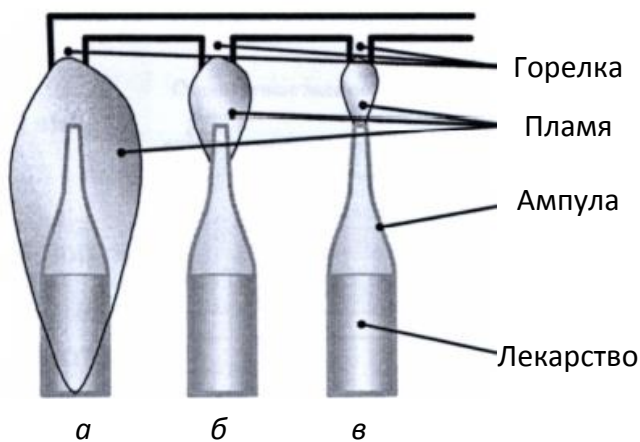

Рис. 2
**Задача 2.** На фармацевтическом заводе возникла задача по запайке ампул с лекарством. Ампулы с лекарством устанавливают в кассету. В кассете содержится 25 ампул. Кассету подают к коллективной горелке. Напротив, каждого язычка пламени оказывается ампула. Язычки пламени в горелке точно отрегулировать невозможно, поэтому они не одинаковы. Одни язычки пламени большие (рис. 2, а), другие – средние (рис. 2, б), а третьи - маленькие (рис. 2, в). Большие язычки пламени хорошо запаивают ампулу, но перегревают (портят) лекарство. Маленькие язычки пламени не портят лекарство, но не запаивают ампулу. Как сделать, чтобы все ампулы были запаяны, но ни одна не была испорчена?